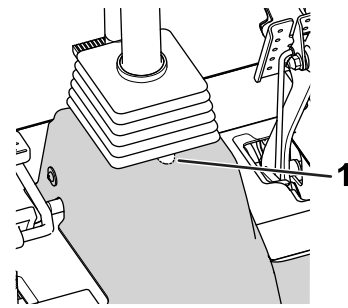

Figura 20
6. Ricavate un intaglio a forma di U nella copertura (Figura 20).